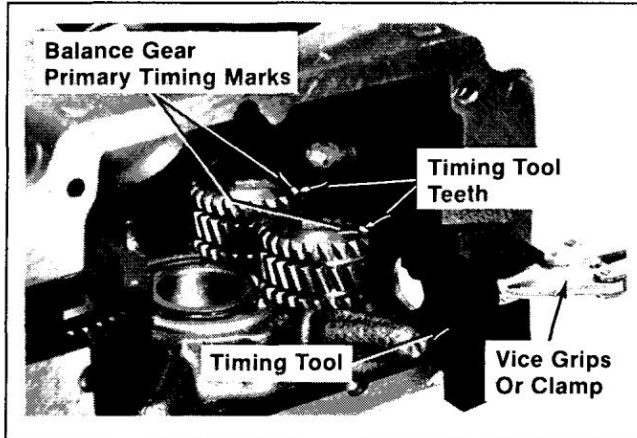

Figure 12-13. Installation de Balance Gear TimingTool.
1. Alignez les marques de calage primaires des engrenages d'équilibrage avec les dents de l'outil de calage. Insérez l'outil pour qu'il s'engrène avec les engrenages. Maintenir ou serrer l'outil contre la surface du joint du carter d'huile. Reportez-vous à la Figure 12-13.